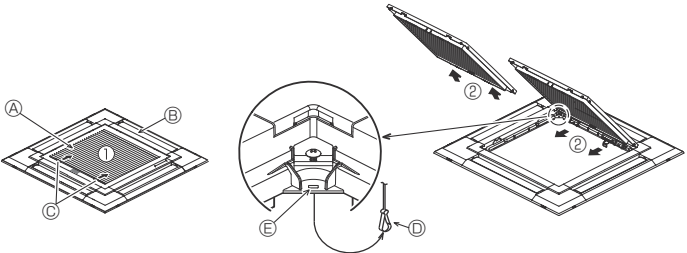
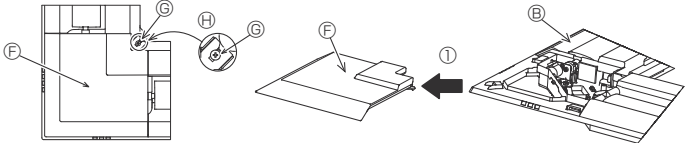

Fig. 6-3
Fig. 6-4
6.2.1. Удаление воздухозаборной решетки (Fig. 6-3)
- Сдвиньте рычаги в направлении, обозначенном стрелкой ①, чтобы открыть воздухозаборную решетку.
- Пока воздухозаборная решетка находится в "открытом" положении, удалите стержень воздухозаборной решетки с вентиляционной решетки в направлении стрелки ②.
6.2.2. Удаление угловой панели (Fig. 6-4)
- Ослабьте 4 винта на углу. Сдвиньте угловую панель в направлении стрелки ①, показанной на рисунке, и снимите ее.
[Fig. 6-3] [Fig. 6-4]